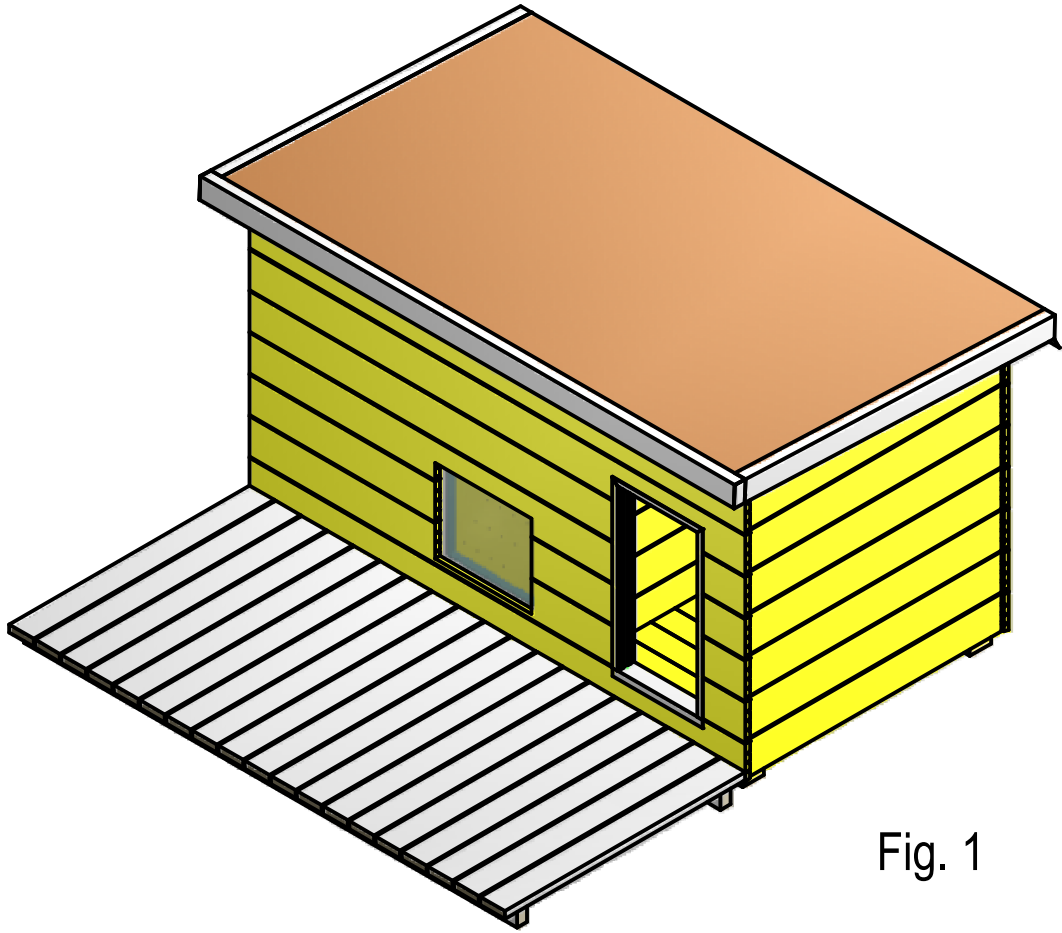

Fig. 1
**Fig. 1** zeigt eine perspektivische Darstellung einer großen Hundehütte mit Terrasse.
- Fig. 1, 2: Hundehütte, komplett